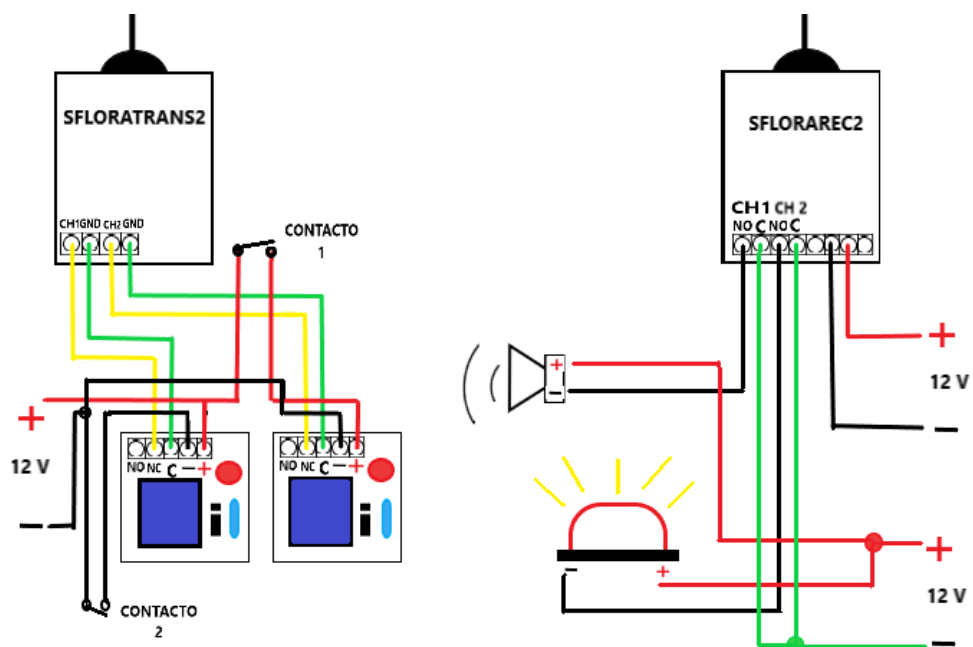

FIGURA 1
2.- La opción correcta de la conexión de **SF-LORA-TRANS** y **SF-LORA-REC2**, se muestra en la **FIGURA 1**,